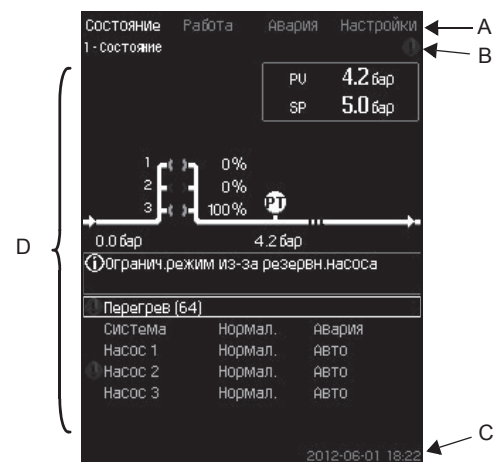

Рис. 9 Структура дисплея
Строка меню (A) представлена на рис. 9.
Верхняя строка (B) представлена на рис. 9. На рисунке показано следующее: